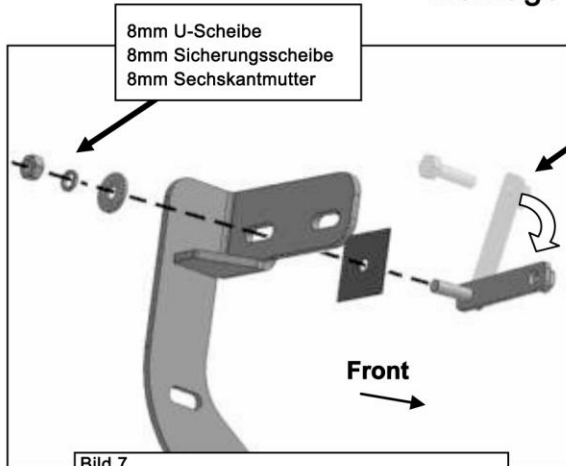
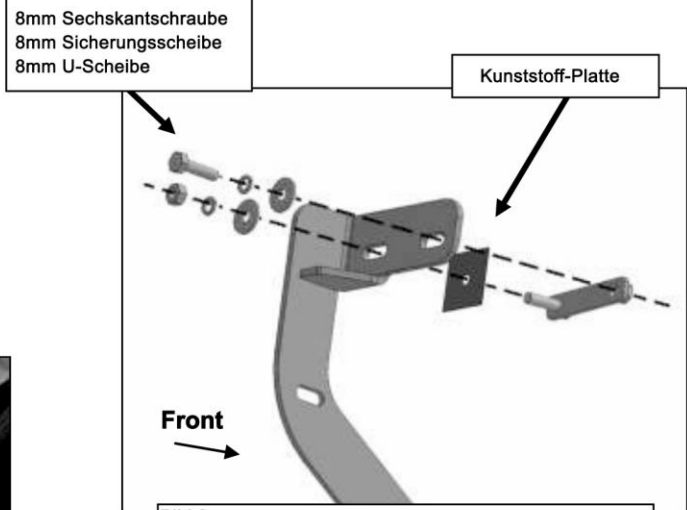

Bild 7
Bild 8
- b. Nehmen Sie die Halterung für die Fahrerseite vorne **(Bild 6).** **Hinweis:** Die Halterung für die Fahrerseite vorne ist identisch mit den Halterungen für die Mitte und Hinten auf der Beifahrerseite. Befestigen Sie die Halterung am Ende des Gewindes der Schraube und Mutter Platte. Verwenden Sie hierzu (1x) 8mm U-Scheibe, (1x) 8mm Sicherungsscheibe und (1x) 8mm Mutter **(Bild 7).** Ziehen Sie die Schrauben nur handfest an!
- c. Entfernen Sie die 8mm Sechskantschraube von der Mutter der Platte (siehe Schritt 3a). Drehen Sie die Platte bis die Mutter mit dem übrig gebliebenen Montage Loch in der Karosserie und der Halterung übereinstimmt **(Bild 7 & 8).** Befestigen Sie die Halterung an der Mutter der Schrauben und Mutter Platte. Verwenden Sie hierfür (1x) 8mmx30mm Sechskantschraube, (1x) 8mm Sicherungsscheibe und (1x) 8mm U-Scheibe **(Bild 8).** Ziehen Sie die Schrauben nur handfest an!